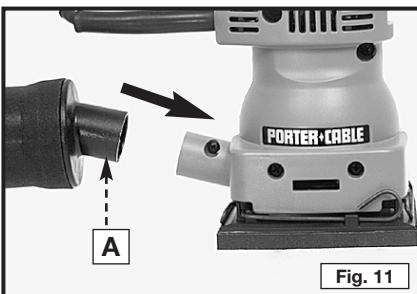

Fig. 11
1. Positionnez le collecteur de poussière (A), Fig. 11, sur la buse de la ponceuse comme illustré. Calez le collecteur fermement sur la buse, (B) Fig. 12.